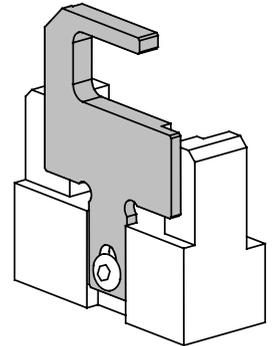

FIG. 1 POSICIÓN EXTRACTOR
3.1.7) Controlar la posición del extractor (09): en caso de trabajo sobre los conectores del tipo ANE 7-M... y ANE 9 M...deberá llevarse, después de haber aflojado el tornillo de sujeción correspondiente, a la posición de "todo levantado" (véase Fig. 1). Para todos los otros tipos de conector, el extractor deberá estar en posición "todo bajado".